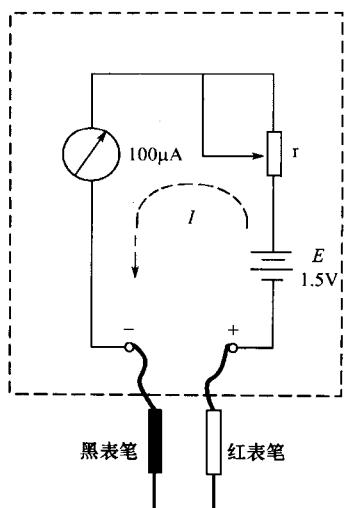
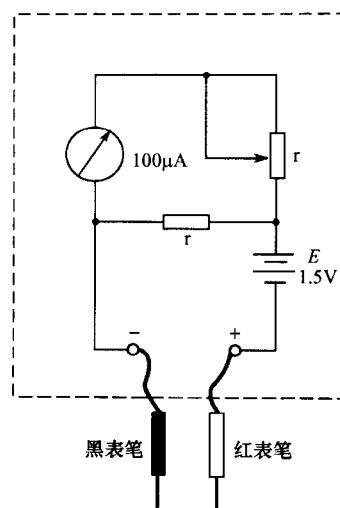

图 1-1 万用表欧姆挡等效电路
图 1-2 万用表欧姆挡测量挡位扩展原理
①万用表欧姆挡等效电路如图 1-1 所示。图中 E 为表内电源(一般基本挡使用一节 1.5V 的电池), r 为万用表等效内阻, I 为被测回路中的实际电流。由图可知万用表正端的表笔(一般习惯用红色表笔)对应表内电源的负极,而负端的表笔(一般习惯用黑色表笔)对应于表内电源的正极。
②万用表表面欧姆挡的刻度尺的中央刻度值称为万用表欧姆挡的“中值电阻”,它即为万用表欧姆挡的等效内阻。
③一般万用表以 $R \times 1k$ 挡作为基本挡。这时表内电源(电池)为 1.5V,为满足测量小电阻的需要,在基本挡的基础上增设电阻 r' ,如图 1-2 所示。这样,使流经表头的电流值所表征的被测电阻值变小了,或者说仪表的等效内阻(中值电阻)变小了,能够输出的测量电流变大了。一般万用表 $R \times 100$, $R \times 10$, $R \times 1$ 挡级的中值电阻较之基本挡次依次递减 10 倍;为满足测量大电阻的需要,一般是采用提高电源电压 E ,同时加大 r 值的方法,